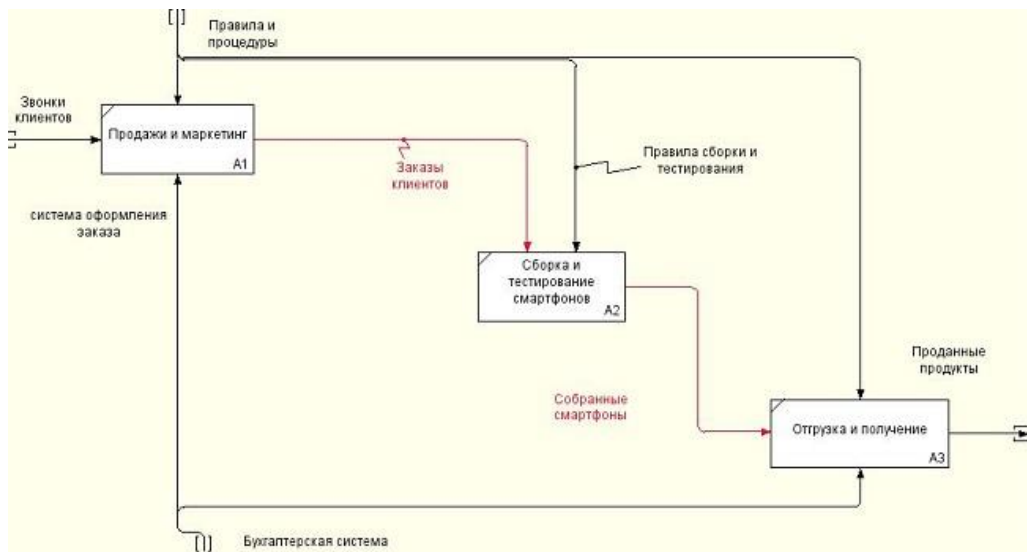

Рис. 2.4 – Внутренние стрелки диаграммы декомпозиции A0
2.6. Создайте новые внутренние стрелки, как показано на рисунке (рис. 2.4).